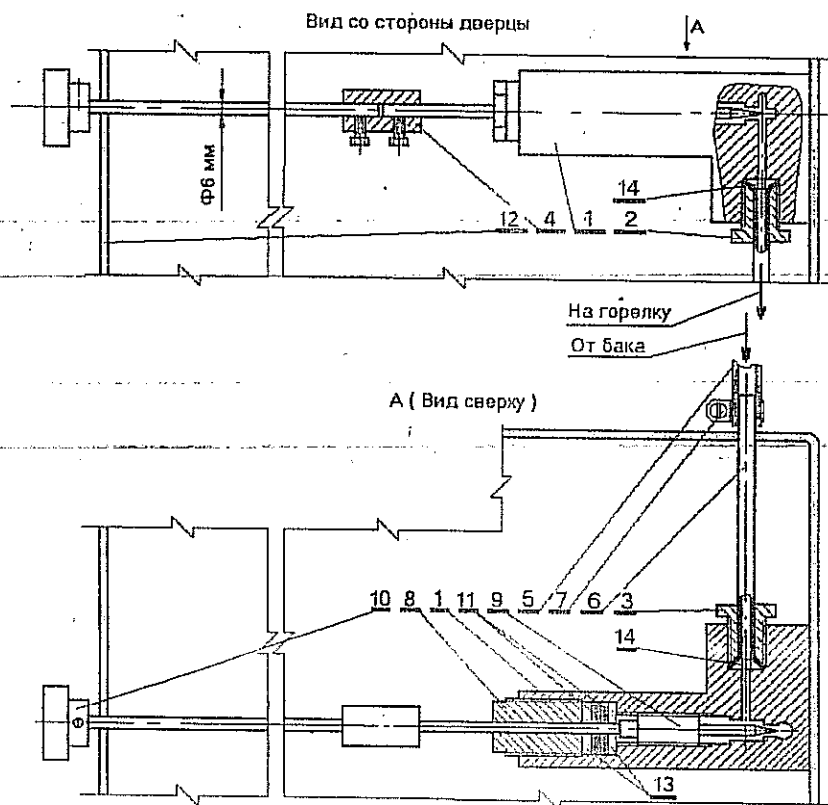

Рис.6
На дне камеры сгорания установлена горелка (7) соединенная трубопроводом с блоком управления (рис.6).
Бак топливный (9) соединен гибким шлангом с блоком управления печи (рис.6) через входной штуцер поз. 6.
Блок управления (рис. 6) состоит из корпуса (1), входного штуцера (3), выходного (на горелку) штуцера (2).
Игольчатый кран (9) рисунок 6 имеет регулируемый резиновый уплотнитель с гайкой (8), ручку управления (10) с риской «О» положения, и осуществляет регулировку расхода топлива при работе печи (горении горелки).
- 7.5 Ручку игольчатого крана (10 рис.6) повернуть в сторону знака «О» (положение «закрыто»).
- 7.10 Закрыть игольчатый кран (10 рис.6) поворотом в положение «0».
Внимание! Нормальное, оптимальное горение горелки определяется наличием красно-синего или голубого пламени, закрученного против часовой стрелки. Регулировка производится игольчатым краном 10 (рис.6) задвижкой трубы. При этом пламя должно быть на уровне верхней части испарителя и его «языки» могут касаться конфорок.